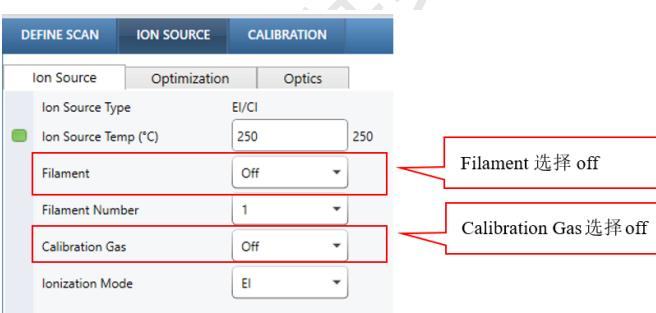

图1 EI源调谐和校准
- 如图1（a），Ion Source 界面，Ion Source Temp 设为 250 °C，Filament 选择 On，Calibration Gas 选择 EI，Ionization Mode 选择 EI。
- 如图1（b），Optimization界面，勾选Auto Tune、Leak Check、Tune Report，点击Optimize，Signal increased 和 Leak check 值均应小于 10%。若 Signal increased 超过 10%，则重新进行调谐；若Leak check 超过 10%，则稍紧一下质谱端螺母，重新进行Leak check。
- 如图1（c），Optics界面，点击Save图标，保存调谐文件，调谐文件路径：C盘-Xcalibur-methods文件夹下，文件命名规则：日期\_离子源种类，比如 20250220\_EI，即为2025年2月20日，EI源校正文件。
- 如图1（d），Calibration界面，Mode选择Calibrate，Polarity选择Positive，点击Start，显示Passed，校准通过。